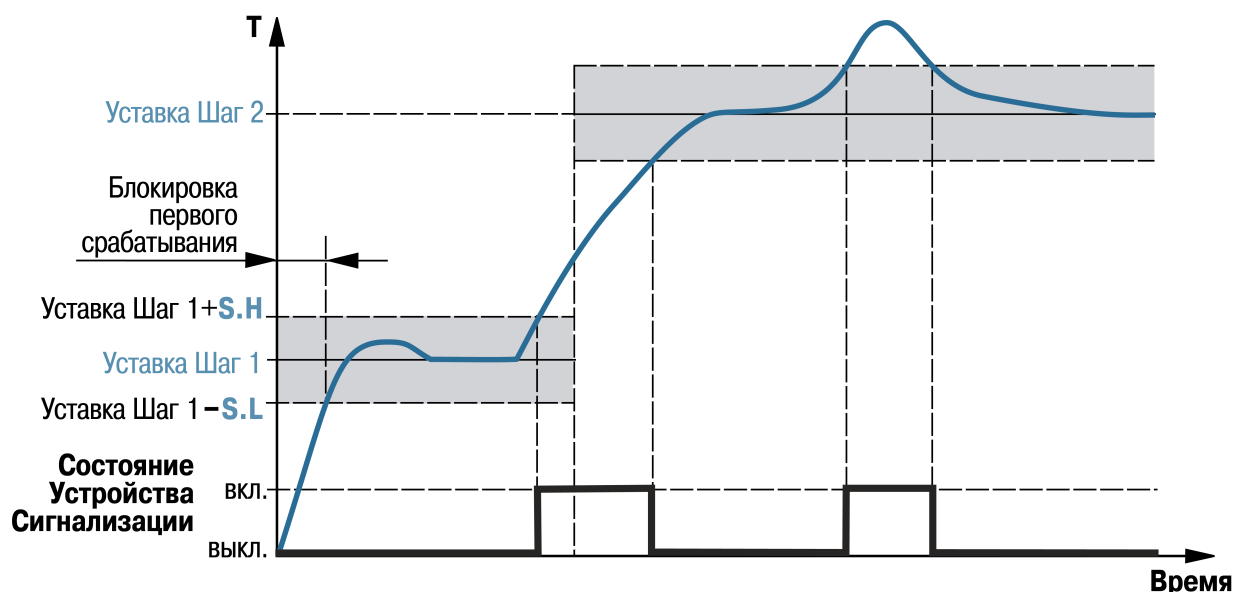

Рисунок 10.22 – Пример логики работы и блокировки срабатывания устройства сигнализации для U-образной логике
- В случае выхода регулируемой величины за заданные пределы – U-образная логика (**SiG.t = S.otn**) (см. рисунок 10.22).